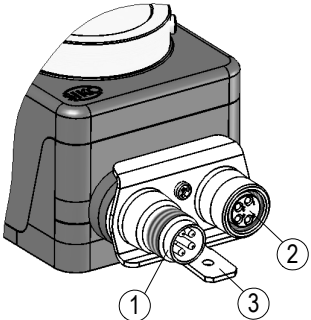

Abb. 4: Anschlussbelegung
Kontakte, die eine Spannung führen können, müssen gegen Berührung geschützt sein. Daher ist darauf zu achten, dass der Anschluss der Positionsanzeige über den Anschluss "Bus EIN" erfolgt (siehe Abb. 4). Dadurch sind die spannungsführenden Kontakte an "Bus AUS" durch die Buchse geschützt (zur IP-Schutzart siehe Kapitel 4.1).
- (1) Bus EIN: Stift 4 pol. (siehe Abb. 4).
- (2) Bus AUS: Buchse 4 pol. (siehe Abb. 4).
Zum Schutz vor Störungen müssen die Schirme der Signalleitungen und Netzleitung beidseitig angeschlossen werden. Potentialunterschiede führen zu unzulässigen Strömen auf dem Schirm. Den PE Anschluss (3) zwischen den Anschlusssteckern auf das Schutzleiterpotential legen (siehe Abb. 4). Verwenden Sie dazu 6,3 mm Flachstecker mit kurzer Litze 2,5 mm2 ... 4 mm2 (nicht im Lieferumfang). Bei mehreren Positionsanzeigen wird empfohlen die Erdung auf eine PE-Schiene (1) anzuschließen (siehe Abb. 5).